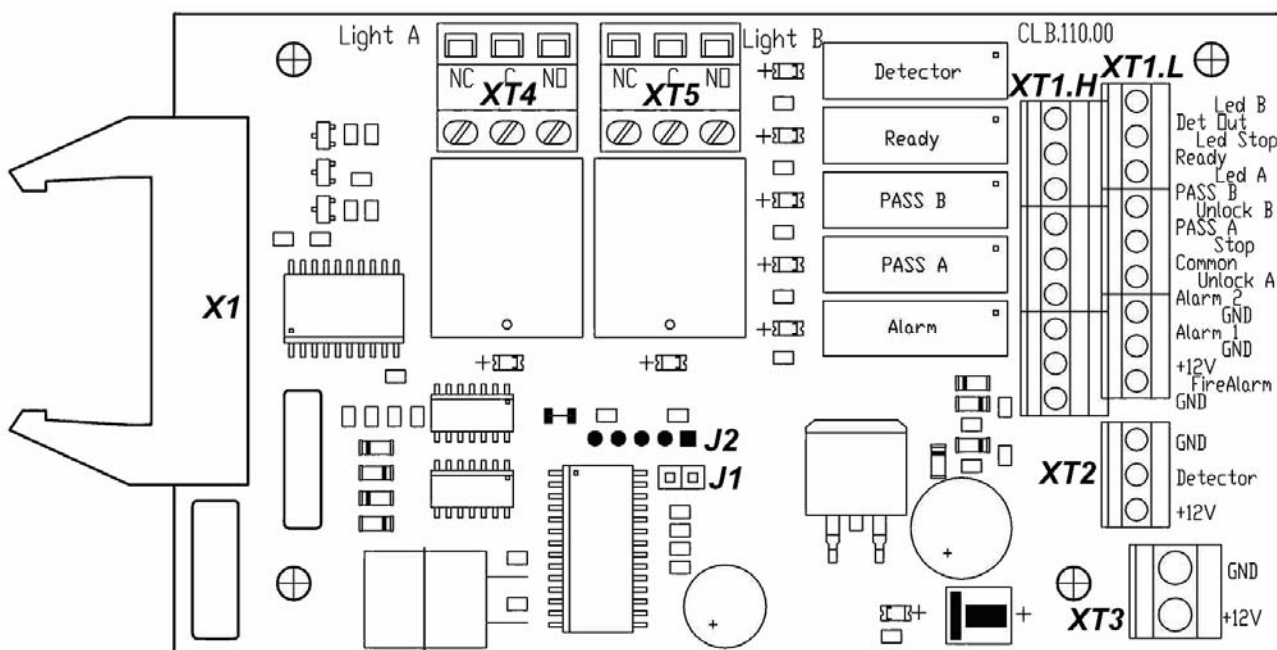
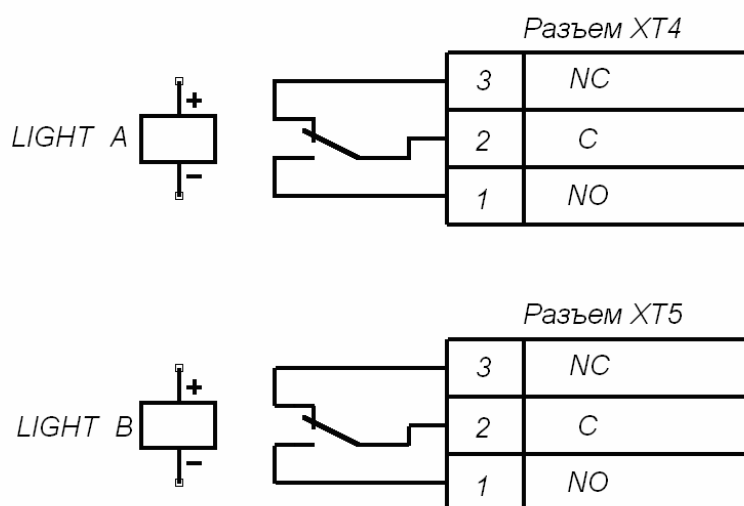

Рисунок 5. Внешний вид платы CLB
Рисунок 9. Выходные каскады для Light A и Light B
ПДУ подключается к плате CLB гибким многожильным кабелем (11) через клеммную колодку **XT1.L** (см. рис. 5 и 12).
Изменить ориентацию ПДУ относительно установки турникета (если по месту установки турникет обращен к оператору не лицевой, а тыльной стороной) можно, поменяв местами провода от ПДУ, подключаемые на контакты *Unlock A* и *Unlock B*, а также *Led A* и *Led B* соответственно (см. рис. 5 и 12).
На плате CLB (см. рис. 5) расположены:
Подключение указанных устройств производится с помощью кабеля (11) к соответствующим клеммным колодкам **ХТ1.L** и **ХТ1.H** платы CLB в соответствии со схемой электрических соединений (см. рис. 5 и 12).
Обозначения установленных на плате CLB клеммных колодок и назначение их контактов показаны на рис. 5.
Факт срабатывания / отпускания реле **PASS A**, **PASS B**, **Ready**, **Detector** и **Alarm** можно определить по загоранию/гашению красных индикаторов, которые установлены вблизи указанных реле (см. рис. 5).
Режим управления определяется наличием переключки на разъеме **J1** (расположение разъема **J1** показано на рис. 5: переключка установлена – импульсный режим управления, переключка снята – потенциальный режим управления). При поставке переключка установлена.
Подключение ДКЗП производится к клеммной колодке **ХТ2**, а сирены – к клеммной колодке **ХТ1.Н** платы CLB согласно схеме электрических соединений (рис. 5 и 12). ДКЗП должен иметь нормально-замкнутые контакты.
На контакты *Det Out* и *Common* клеммной колодки **ХТ1.Н** платы CLB (рис. 5) всегда транслируется сигнал о текущем состоянии ДКЗП.
Подключение устройства, подающего команду аварийной разблокировки, производится к клеммной колодке **XT1.L** платы CLB согласно схеме электрических соединений (см. рис. 5 и 12). Если вход *Fire Alarm* не используется, то необходимо установить перемычку между контактами *Fire Alarm* и *GND*. При поставке данная перемычка установлена.
Выносные индикаторы подключаются на клеммные колодки **XT4 (Light A)** и **XT5 (Light B)**. При этом реле **Light A (Light B)** активизировано (на его обмотку подано напряжение), когда горит соответствующая данному направлению прохода зеленая стрелка на блоке индикации, и нормализовано (на его обмотку напряжение не подано), когда соответствующая данному направлению прохода зеленая стрелка на блоке индикации не горит. Факт срабатывания / отпускания реле **Light A** и **Light B** можно определить по загоранию / гашению красных индикаторов, которые установлены вблизи указанных реле (см. рис. 5). Выходные каскады для сигналов *Light A* и *Light B* – перекидные контакты реле (см. рис. 9) со следующими характеристиками сигналов: